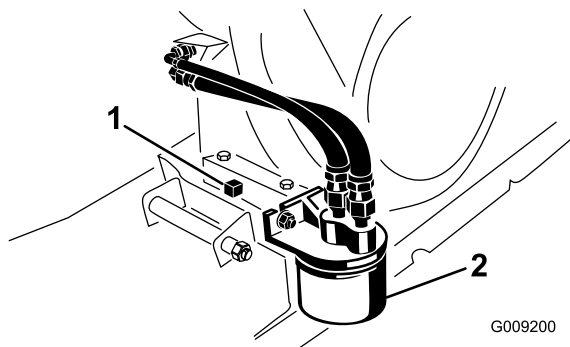

Figura 32
6. Togliete il tappo di spurgo e la guarnizione (Figura 32).
2. Togliete il vecchio filtro dell'olio (Figura 32).
4. Inserite il nuovo filtro sul relativo adattatore in modo che la guarnizione sia a contatto con la piastra di appoggio, quindi serrate il filtro di un altro 1/2 o 3/4 di giro (Figura 32).